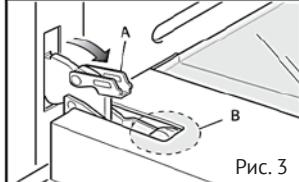

Рис. 3
- Потяните на себя фиксатор «А» (рис. 3.)